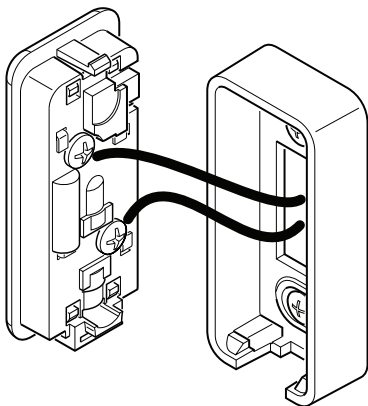

Figura 3 - Conecte los conductores de la campana al pulsador (vista posterior del pulsador)
3. Conecte los dos conductores de su campana y transformador a los terminales de tornillo de la parte posterior de su pulsador (vea la Figura 3). Presione el pulsador para probar el funcionamiento.